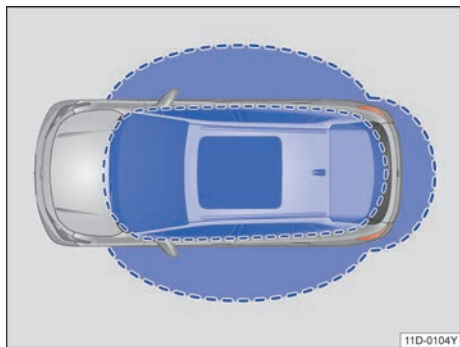
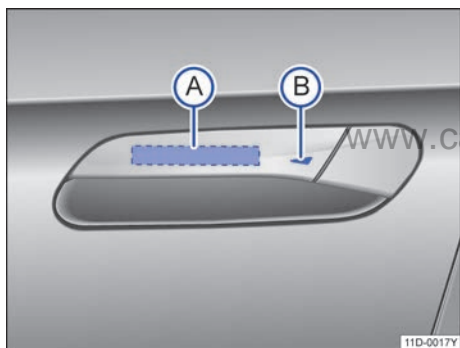

图 42 无钥匙进入闭锁/启动系统：工作范围
图 43 无钥匙系统 Kessy：车门拉手上的传感区
Kessy 是一种无钥匙系统，它可以实现在不操作遥控钥匙的情况下解锁或锁止汽车。操作者只需随身携带一把有效遥控钥匙，并处于车门或行李厢盖的有效感应区域内→图 42，同时触摸车门拉手上的传感区之一→图 43 或按压行李厢盖上的按钮即可实现。
如果有一把有效遥控钥匙在有效感应区域→图 42 内，则无钥匙系统 Kessy 会将访问权限授予该钥匙。紧接着可以在不主动操作遥控钥匙的情况下执行以下功能：
- 抓住→图 43(A)解锁 Kessy。
- 触摸车门拉手上的传感区 →图 43(B)一次。汽车锁止。
如果在行李厢盖的有效感应区域→图 42 有一把有效的遥控钥匙。
- 要便捷关闭所有电动车窗和天窗，请用手指按住车门拉手上的传感区→图 43  几秒钟。
- 松开传感区→图 43  即可中断该功能。如果在松开车门拉手上的传感区→图 43  后立即将手放入  内，则所有车窗停在原位（安全功能） →第 57 页。
如果有水柱或水流从车门拉手传感器→图 43  处暂时移开，然后又移回（例如洗车时），则所有车窗均有可能打开→第 49 页，便捷功能。